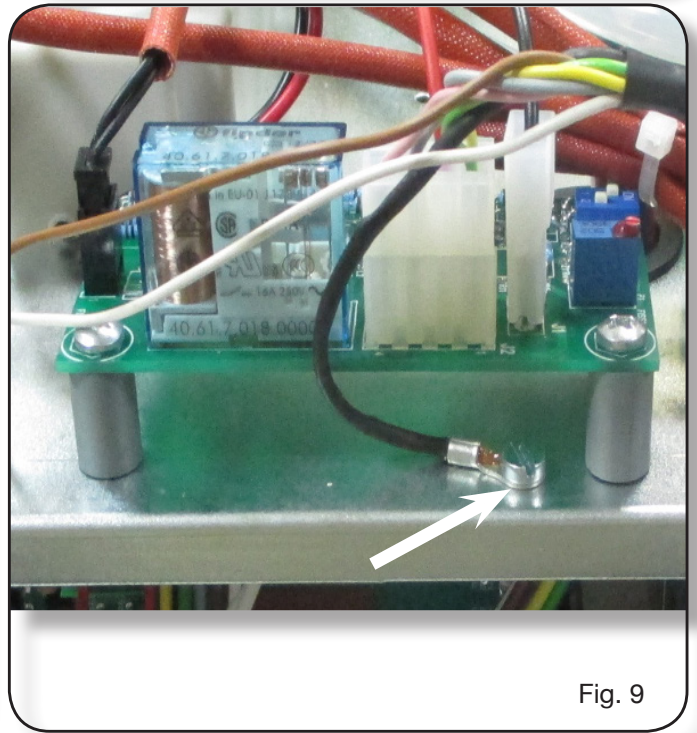

Fig. 9
- Enchufar el terminal corvado M4 presente en el extremo del cable negro de la conexión 2, al panel interior con tornillo y tuerca, como se muestra en la fig. 9